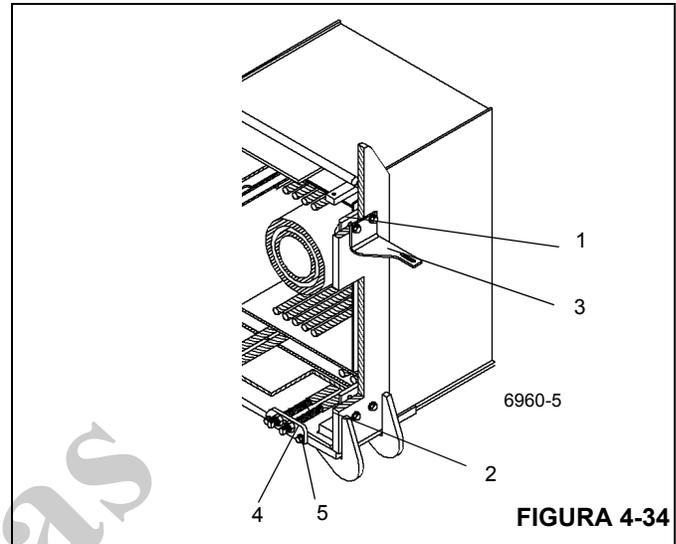

FIGURA 4-34
2. Instale as placas de desgaste laterais frontais superior (1) e inferior (2) da seção da base com dois parafusos cada (Figura 4-34). Na lateral esquerda superior, fixe a cantoneira de montagem (3) com os parafusos de ambas as placas de desgaste.
3. Prenda as placas de fixação do cabo de retração da seção intermediária externa (4) à parte frontal da seção da base com dois parafusos (5) cada (Figura 4-34).